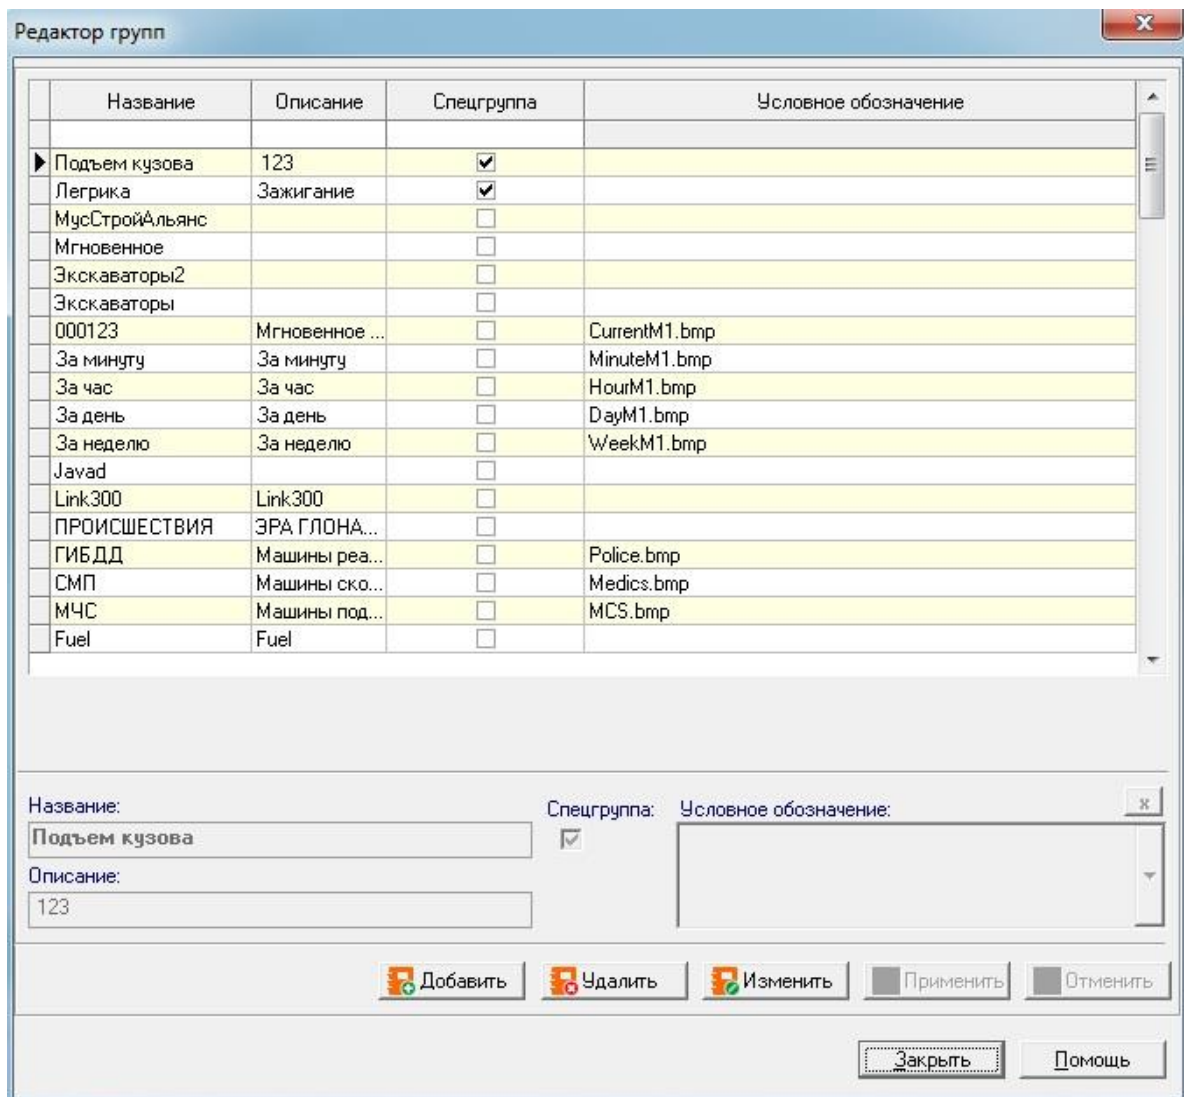

Рисунок 77 – Форма «Редактор групп»
Программа предоставляет форму редактора справочника «Редактор групп» (см. Рисунок 77).
- 3 Вызвать пункт контекстного меню «Настройки». ПОК предоставляет форму «Параметры отображения» (см. Рисунок 77).